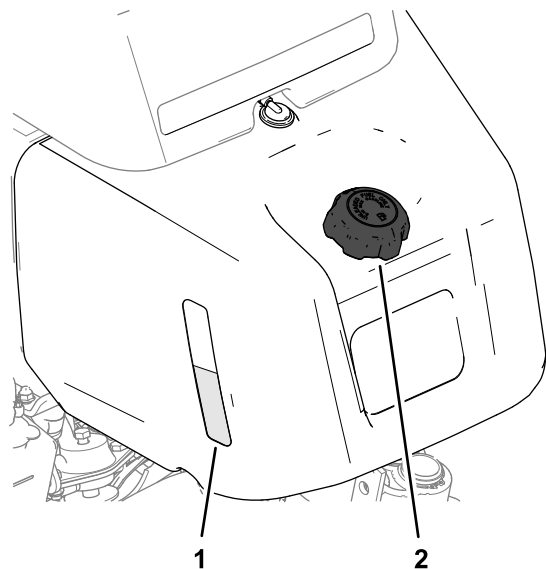
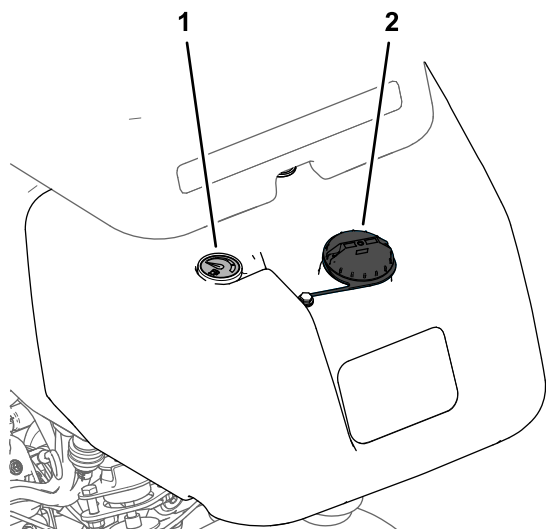

Bild 24
Bild 25
1. Reinigen Sie den Bereich um den Tankdeckel und nehmen Sie den Deckel ab (Bild 24 oder Bild 25).